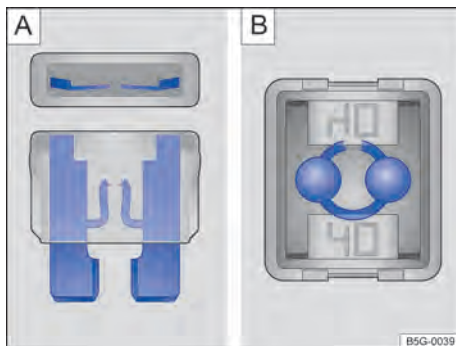

Fig. 178 Fusível queimado: **A** fusível plano, **B** fusível de bloqueio.
- Um *fusível plano* (ATO®, MINI®) queimado é reconhecido de cima ou de lado pela carcaça transparente nas faixas metálicas derretidas → Fig. 178 [A].
- Um *fusível de bloqueio* (JCASE®) queimado é reconhecido pelas faixas metálicas derretidas por cima da carcaça transparente → Fig. 178 [B].